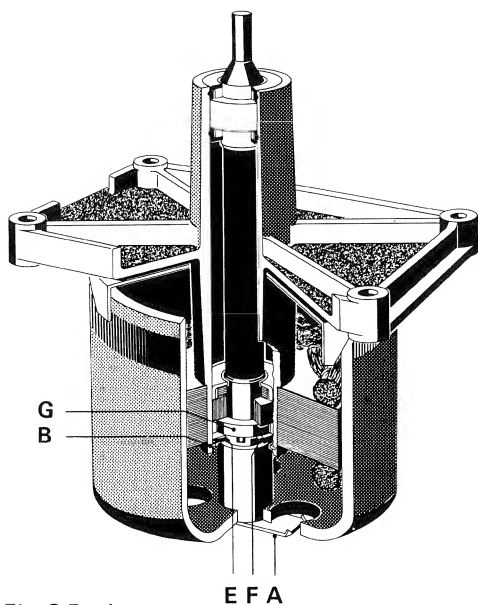

Fig. 3.5.-1
### 3.5. Capstan motor (fig. 3.5.-1)
- Tonwellensicherung A vorsichtig seitlich abziehen. Hohe mechanische Vorspannung, (Fig. 3.5.-1). Rotor des Tonmotors nach unten ausfahren.